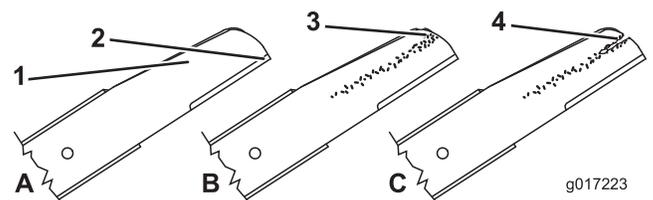

Figura 42
1. Inspeccione los filos de corte (Figura 42). Si los filos de corte no están afilados o tienen muescas, retire las cuchillas y haga que las afilen o cámbielas.
2. Inspeccione las cuchillas, especialmente la parte curva (Figura 42). Si observa cualquier daño o desgaste, o